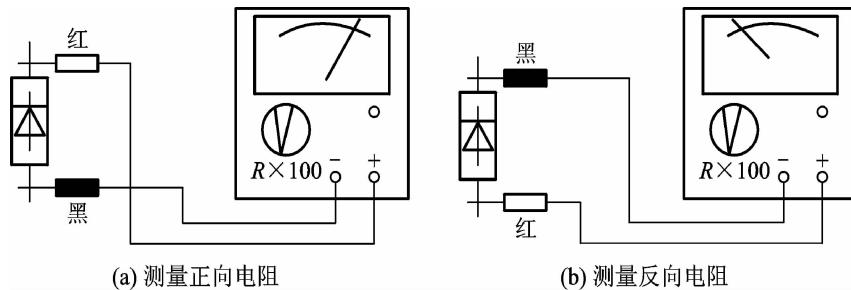

图 1-1-8 用万用表检测二极管
(1) 测得电阻值较小时，黑表笔接二极管的一端为正极（+），红表笔接的另一端为负极（-），如图 1-1-8(a) 所示，此时测得的阻值称为正向电阻。
(2) 测得电阻值较大时，黑表笔接二极管的一端为负极（-），红表笔接的另一端为正极（+），如图 1-1-8(b) 所示，此时测得的阻值称为反向电阻。